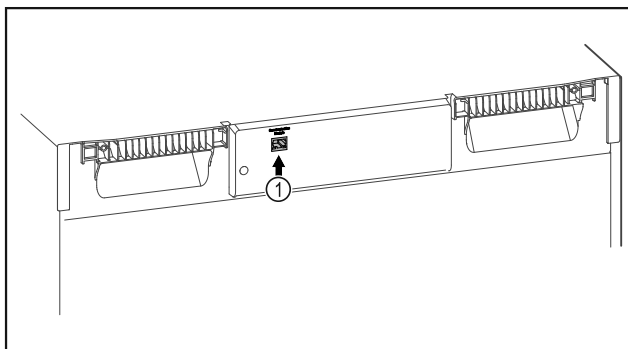

Fig. 127
- ☐ Le SmartModule Fig. 127 (1) est installé.